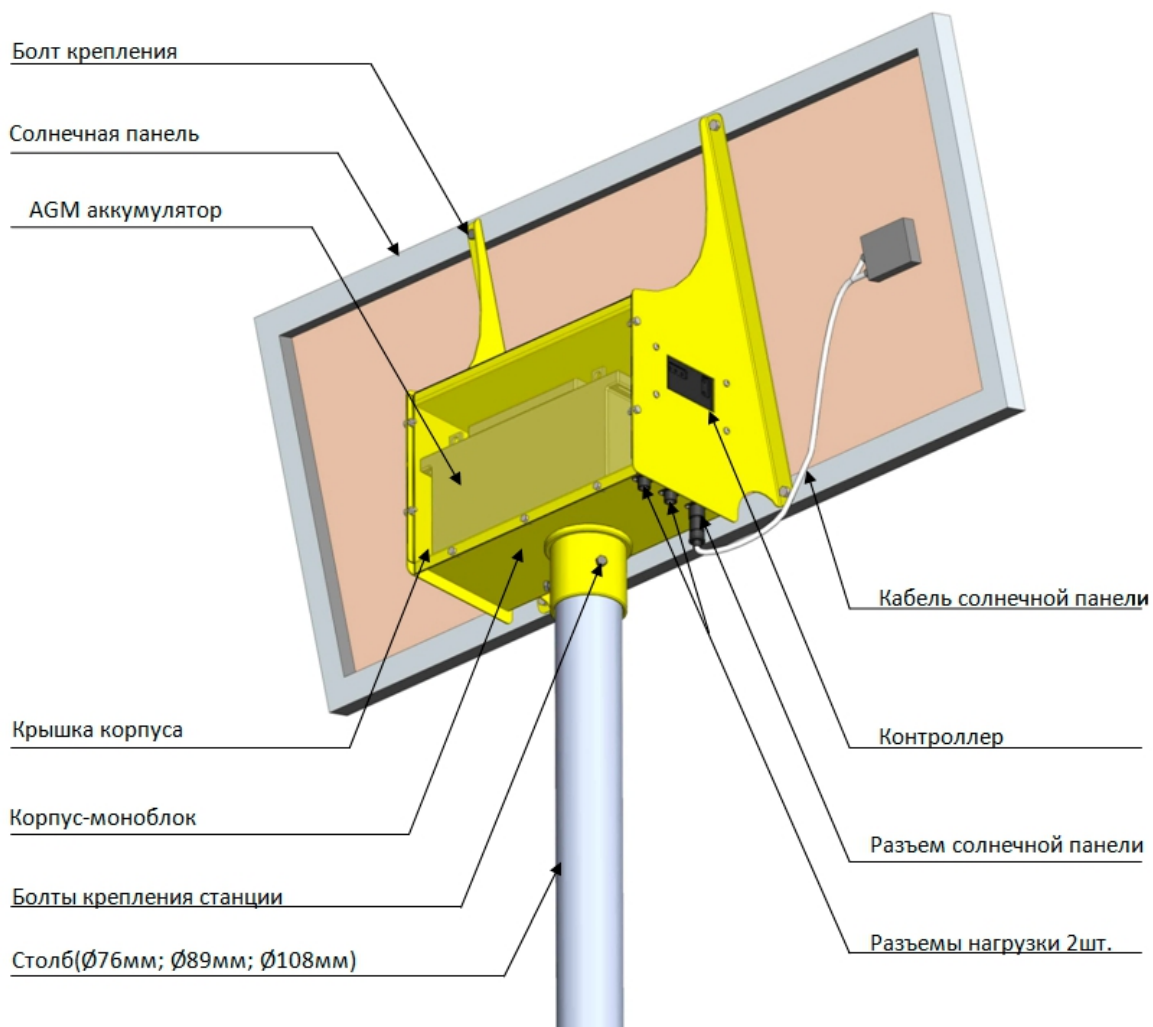

Рис. 1. Устройство Солнечной электростанции.
8. Подключить кабель солнечной панели к ответному разъему солнечной электростанции (рисунок 1), идущему от клемм контроллера 3 и 4 (рисунок 2);
9. Подключить кабель нагрузки к ответному разъему солнечной электростанции (рисунок 1), идущему от клемм контроллера 5 и 6 (рисунок 2).